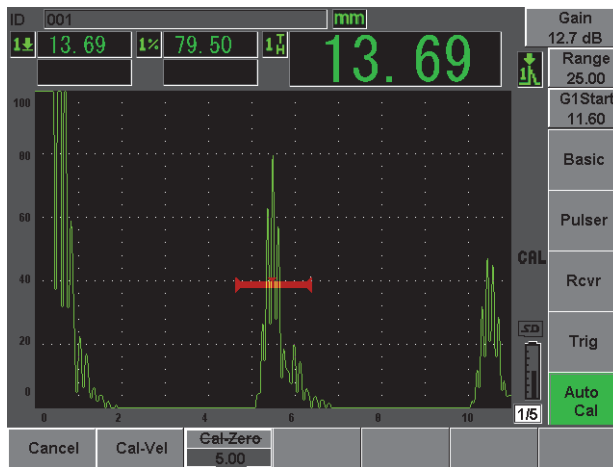

Figura 2-15 Inicio de la puerta 1
11. Utilice la función **AUTO XX%** para que el eco alcance el 80% de la altura de la pantalla (véase la Figura 2-15 en la página 52).